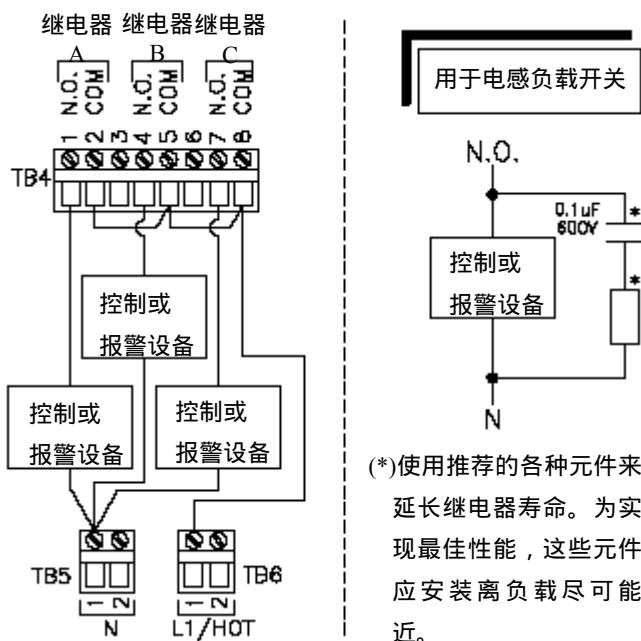

图 2-6 连接控制/报警装置到固态交流继电器
在 TB4 的接线端 1~8 共提供三路 SPST (单刀单掷) 固态交流 (AC) 继电器输出 (继电器 A、B 和 C)——除了接线端 3 和 6 没有用到。通用的接线排列参见图 2-6。